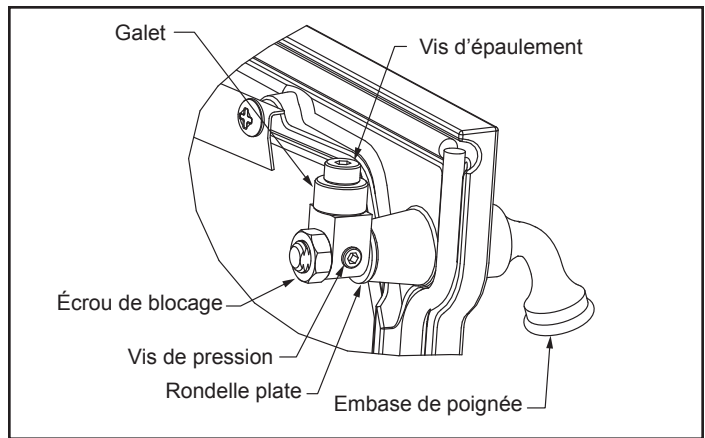

Figure 6.3 – Faire tourner le loquet et/ou enlever la rondelle plate pour régler le verrouillage de la porte.
9. Les portes du poêle devront peut-être être ajustées après le remplacement des joints. Il sera peut-être nécessaire de desserrer initialement le loquet pour laisser de la place au nouveau joint et après quelques semaines, de le resserrer pour compenser la compression du joint. Consultez la figure 6.3 pour savoir comment régler les loquets.